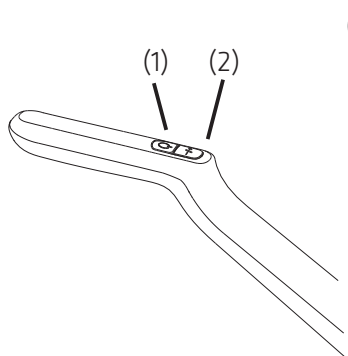

Fig. 4-1a
Apparatet har to knapper, en tænd/sluk-knap (1) og en skifteknop (2) (se fig. 4-1a).